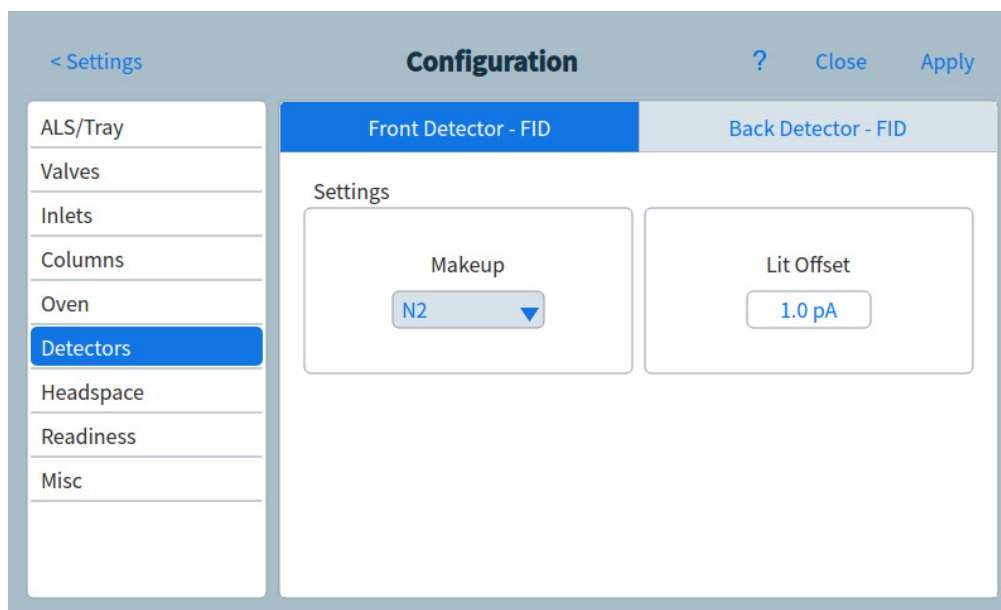

Figura 69. Pagina rivelatori
- 1 Selezionare **Settings > Configuration > Detectors**, quindi selezionare la scheda del rivelatore da configurare. Vedere **Figura 69**.